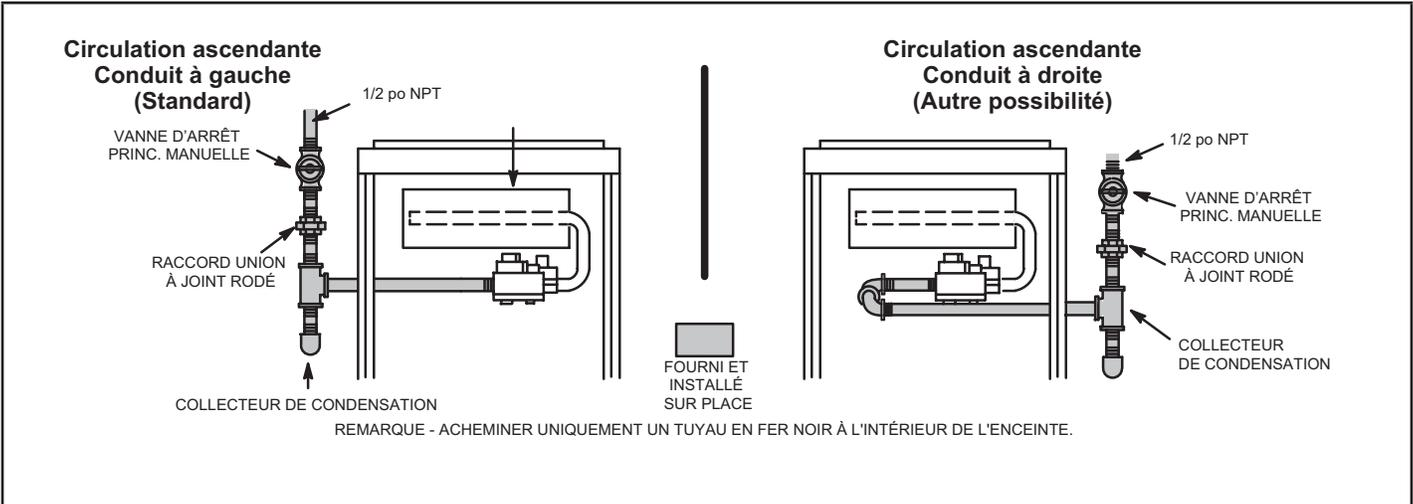
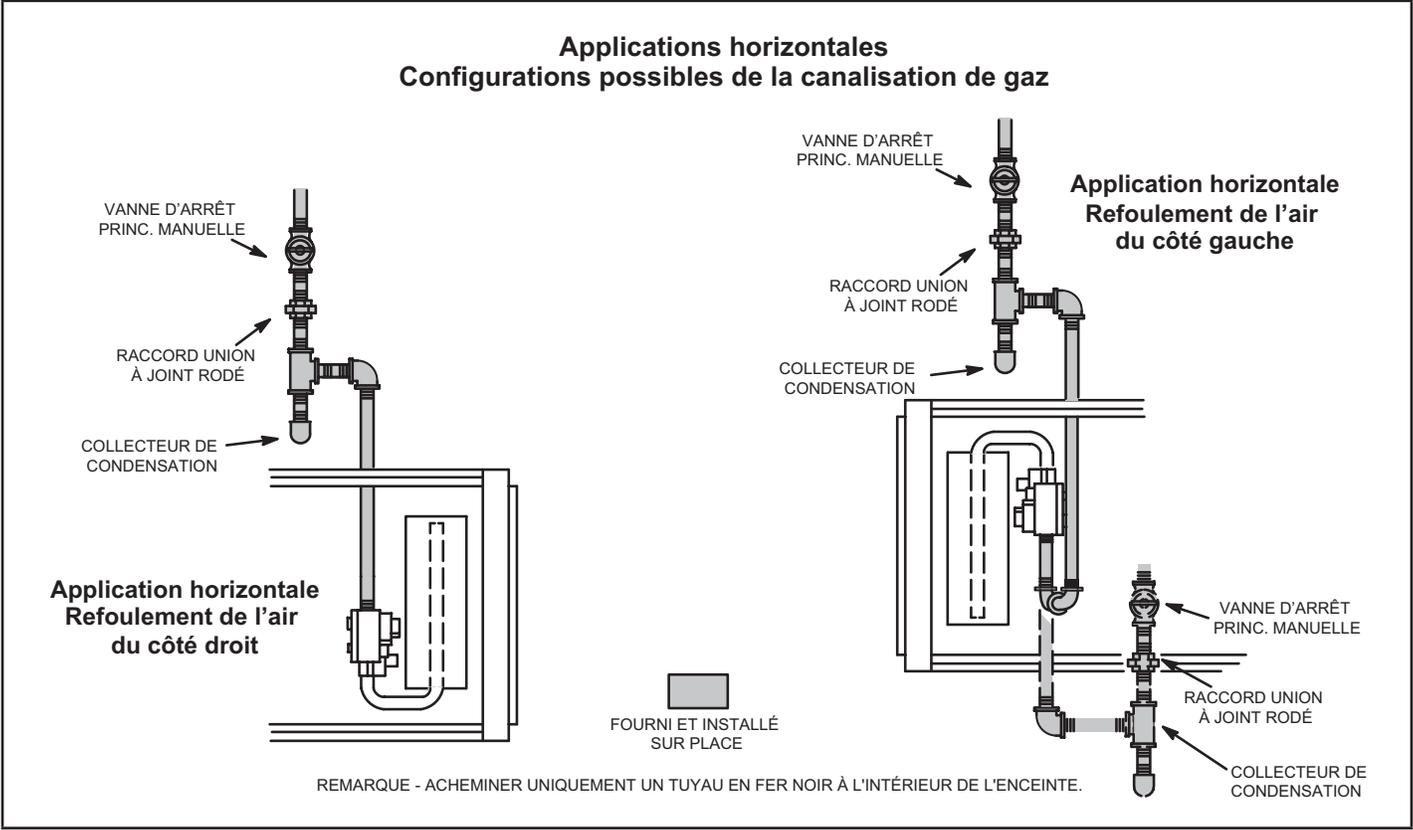

Figure 55
Figure 56
- 1 - La canalisation de gaz peut pénétrer dans l'appareil par le côté droit ou le côté gauche. La canalisation d'alimentation entre dans la vanne de gaz par le côté, comme illustré à la figure 55. Connecté la canalisation de gaz sur la vanne. La canalisation de gaz doit être serrée à un couple minimum de 350 livres et un maximum de 800 ;ivres sur la vanne de gaz.
- 3 - La canalisation de gaz ne doit pas traverser les conduits d'aération, les chutes à linge sale, les cheminées ou conduits d'évacuation de gaz, les monte-plats ou les cages d'ascenseur. Centrer la canalisation de gaz dans l'ouverture. La canalisation de gaz ne doit pas toucher le côté de l'unité. Voir Figure 55 et Figure 56.